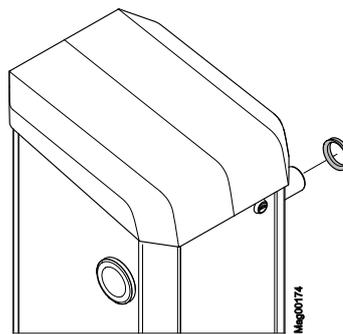

Abb. 33: V-Ring entfernen
16. V-Ring auf die Flanschelle aufstecken. Die Dichtungslippe zeigt zum Schrankengehäuse. → Siehe auch Seite 73, Abb. 33.